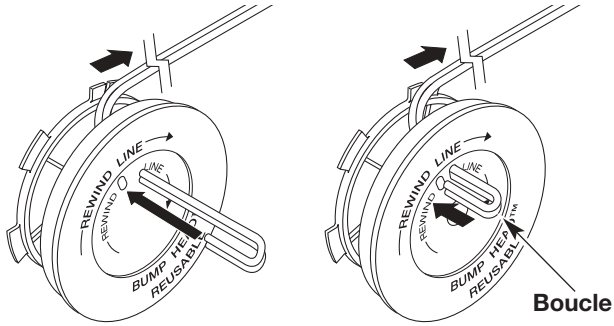

Fig. 18
9. Insérez l'extrémité du fil dans le trou ouvert du moulinet et tirez sur le fil pour que la boucle soit le plus petit possible (Fig. 18).